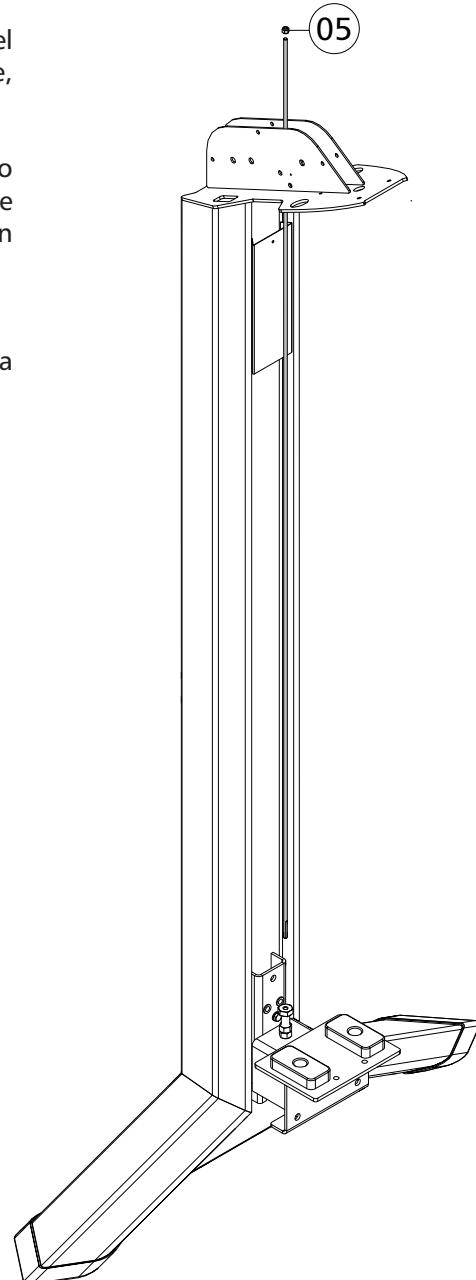

Figura 5-1
1 - Colocar el peso de la varilla de guía fraccionado con la tuerca (05), han captado la parte superior de la torre (Figura 5-1).